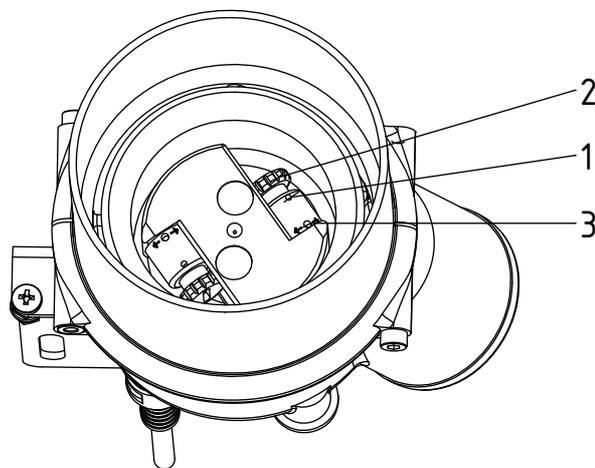

Abb. 8:
- Ausblaswinkel α mit einem 1,5 mm Innensechskantschlüssel einstellen (siehe Abb. 8, Pos. 3).